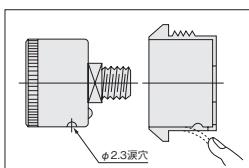

図3
- 収納した状態において、パネルマウントケース下部の脱落防止用の凸部が、圧力計ケース下部の涙穴(Φ2.3)に入っていることを確認してください。圧力計とパネルマウントケースとの組込み位置が正しい場合は、収納する舌片がスナップの役目を果してスムーズな収納ができます。スムーズな収納ができない場合は、舌片を指先にて捲り上げますと、収納しやすくなります。(図3参照)